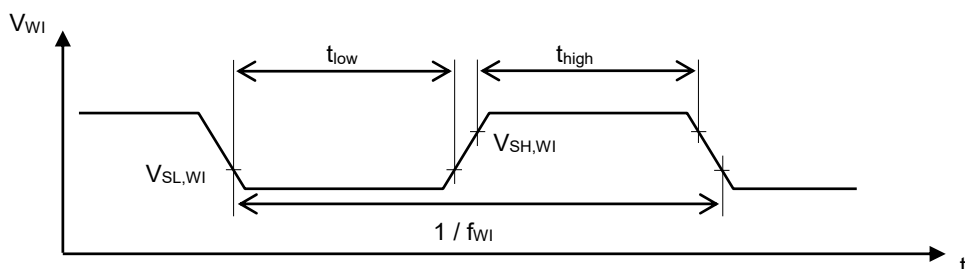

図4
*2. 図4の条件を満たす立ち上がりエッジをWI端子に入力した場合、ウォッチドッグタイマはトリガを検出します。
ウォッチドッグタイマの監視対象から入力される信号は、図4の条件を満たすようにしてください。